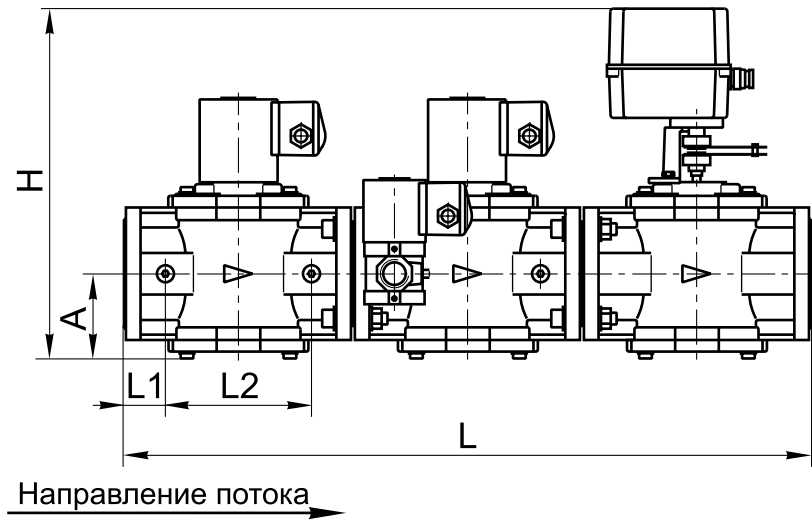

Рис. 11-76
Блок (рис. 11-76, 11-77) состоит из следующих основных узлов и деталей:
- справа по ходу газа (рис. 11-76);